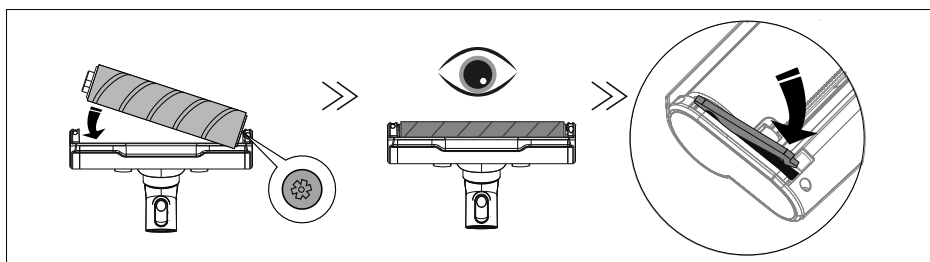

Fig. 12
- ▶ Vuelva a colocar el rodillo de cepillo en orden inverso, primero en la boquilla del suelo. Asegúrese de que quede bien fijado, tal y como se muestra en la fig. 12.